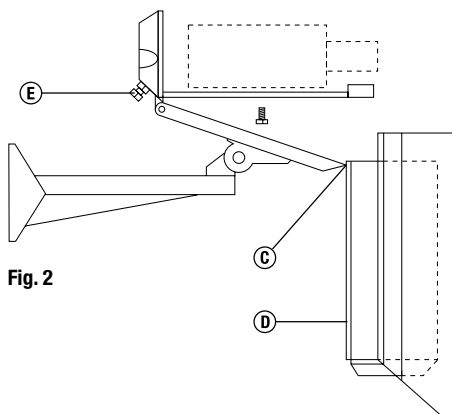

Fig. 2
3. Retirar el cuerpo de la cabina, desconectar la toma de tierra, el cuerpo quedará suspendido y se extrae deslizando los ejes (C) por los carriles (D) (fig. 2).
4. Pasar los cables por los prensacables (E) (fig. 2).
6. Fijar le cámara con el tornillo y su arandela aislante (fig. 2).
7. Cerrar la cabina siguiendo el sentido inverso de la apertura. Volver a posicionar el cuerpo, conectar al toma de tierra, fijar el cuerpo al fondo, fijar el tornillo (A) de carril exterior.